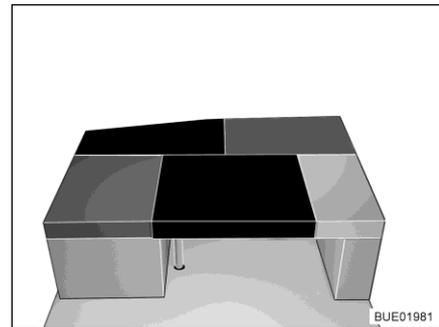

Fig. 155 Après la transformation
- Poser le coussin supplémentaire rectangulaire sur la table (entre les coussins d'assise et de dossier du siège latéral, voir Fig. 155).